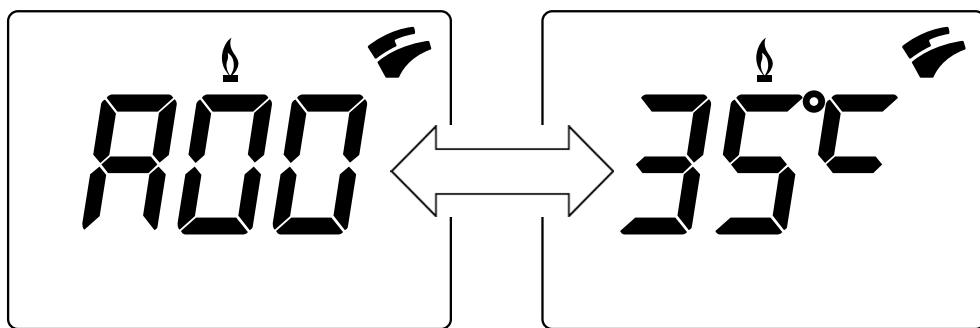

Рис.11
**УВАГА:** коли активна функція «INFO» на дисплеї (Рис.11) з'являється напис «A00», який змінюється значенням температури на подачі котла: